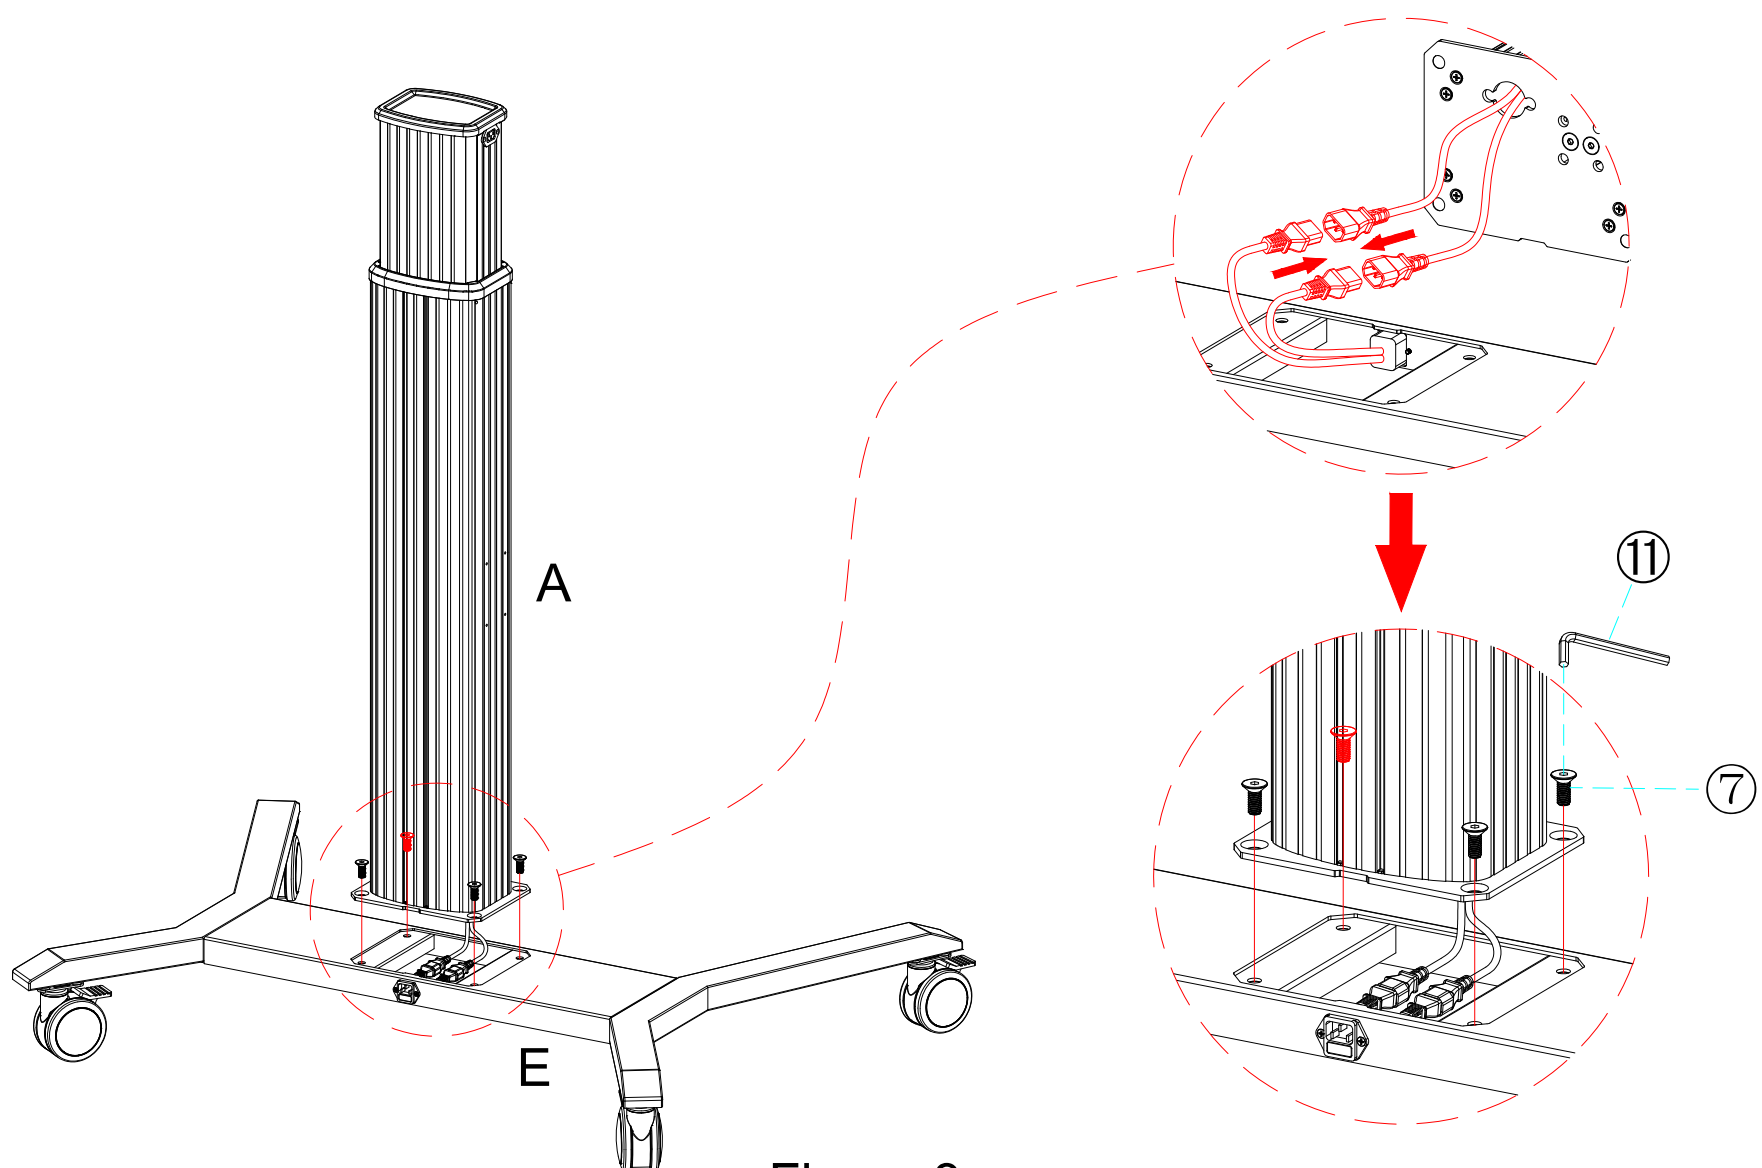

Figure 3
Étape 3 : Assembler la colonne (A) et le support colonne (E).
Les connecteurs de la colonne (A) et support colonne (E) pour la connexion, placer les fils dans le creux du support colonne, et verrouiller les vis (⑦) à l'aide d'une clé de 6mm (⑪) . (Figure 3)